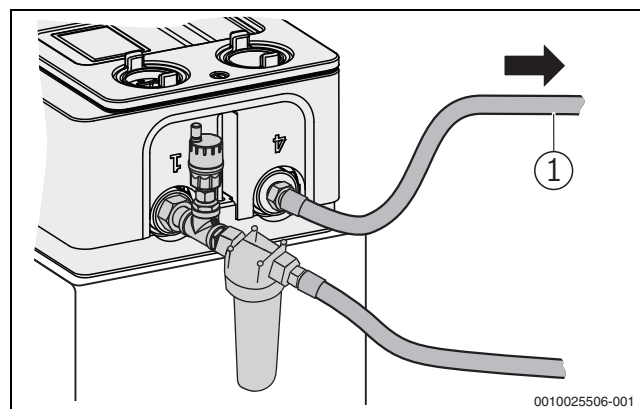

Fig. 8 Raccordement du filtre d'eau et du retour
- ▶ Raccorder le filtre d'eau avec purgeur automatique au module (raccord 1). Utiliser les joints. (→ fig. 8)
- ▶ Raccorder le premier flexible à l'entrée du filtre (utiliser le joint), mais ne pas relier à l'installation de chauffage. Poser l'extrémité ouverte à proximité de l'écoulement du sol ou, le cas échéant, dans un bac collecteur ou dans la deuxième caisse de transport. (→ fig. 8)
- ▶ Raccorder le deuxième flexible de retour d'eau de chauffage au module (raccord 4 ; → fig. 8) puis relier à l'installation de chauffage (→ fig. 6). Utiliser les joints.